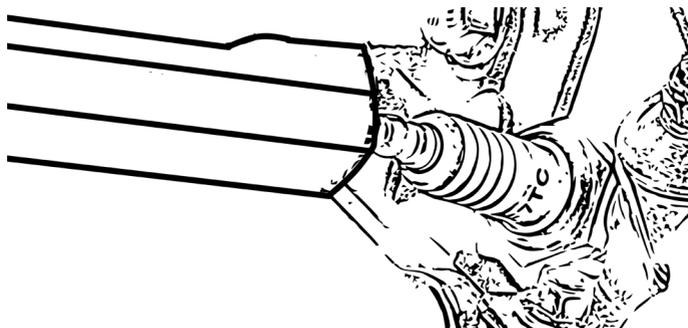

Figure 32
- Desserrez la bougie d'allumage à l'aide de la clé à bougie, fig. 32.